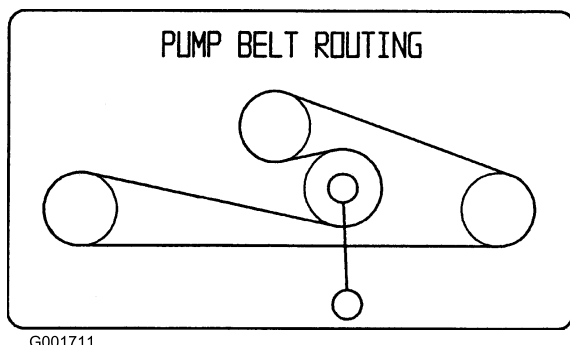

Figure 56
1. Abaissez la poulie de tension rappelée par ressort et enlevez la courroie des poulies du moteur et de la pompe hydraulique (Figure 56). Retirez la courroie entre les poulies.
2. Montez la courroie neuve sur les poulies du moteur et des pompes hydrauliques (Figure 56).
3. Abaissez la poulie de tension rappelée par ressort et alignez-la sous la courroie de transmission. Relâchez la poulie rappelée par ressort (Figure 56).